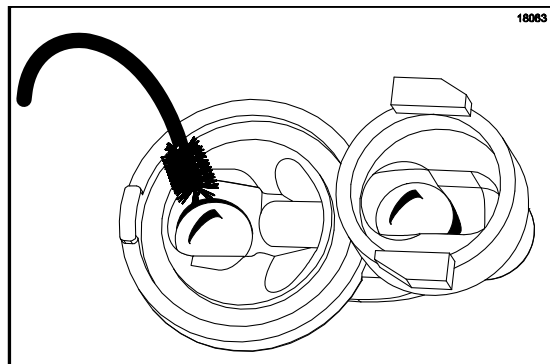

Abbildung 82
4. Die schwarze Bürste in den oberen Teil des Einlassventils einführen und diesen Bereich sorgfältig sauber bürsten, besonders um die Stahlkugel herum. (Siehe Abbildung 82.)